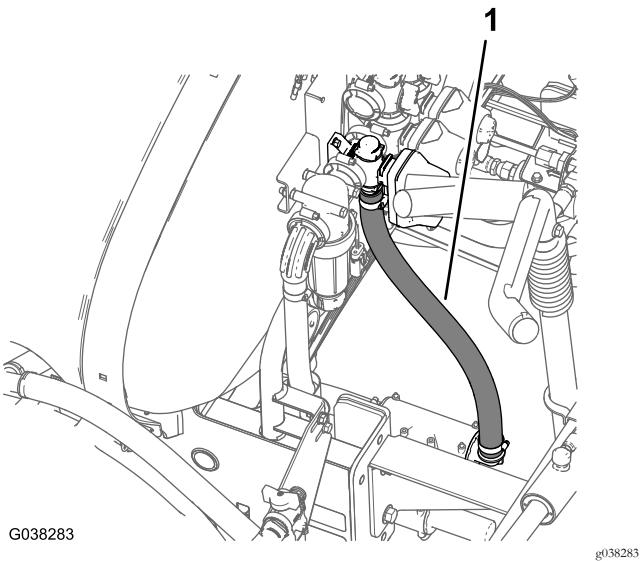

图65
2. 如 图65 中所示将回流软管向下通向泄压阀内侧的T形接头。